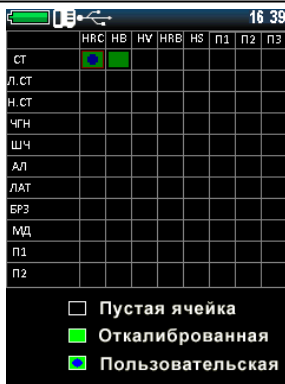

Рисунок 2.40 – Обозначение пользовательской градуировки
10. Сохраненная пользовательская калибровка будет обозначена специальным состоянием ячейки (рис. 2.40).